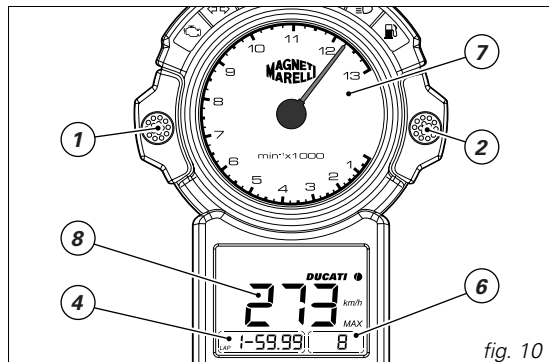
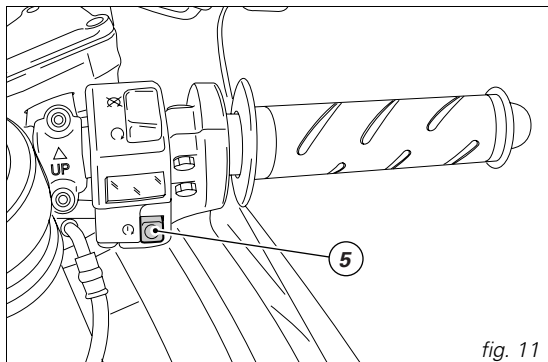

fig. 10
fig. 11
(fig. 10 et fig. 11)
Sélectionner la visualisation LAP sur l'afficheur (4, fig. 10).
En roulant, appuyer sur le bouton (5, fig. 11) de démarrage du moteur pour faire partir le chronomètre de bord. À la pression suivante du bouton (5), le chronomètre s'arrêtera et le chronomètre de bord démarrera pour le contrôle du 2ème temps.
(fig. 10)
Après le chronométrage des temps, il est possible d'afficher 19 temps mémorisés sur l'écran à cristaux liquides. Après avoir éteint la moto, appuyer sur le bouton (2, fig. 10) et tourner la clé de la position OFF à la position ON pour accéder à la Fonction. Une fois à l'intérieur de la Fonction, appuyer sur le bouton (1, fig. 10) pour faire défiler les temps mémorisés ; les informations suivantes s'affichent sur le tableau de bord :
- indicateur du tour de circuit (6) auquel les données se réfèrent ;
- indicateur du régime moteur maximum (7, fig. 10) dans le chrono sélectionné ;
- chrono mémorisé sur le tour de circuit (4, fig. 10) ;
- donnée mémorisée de la vitesse maximale (8, fig. 10) sur le chrono sélectionné.
Pour remettre à zéro les chronos, appuyer sur le bouton (2, fig. 10) pendant plus de 5 secondes.
- 1) si le code est reconnu, le témoin CODE (12, fig. 5), sur le tableau de bord, émet un clignotement de courte durée ; le système antivol a reconnu le code de la clé et désactive le blocage du moteur. En appuyant sur le bouton START (5, fig. 11), le moteur démarre ;